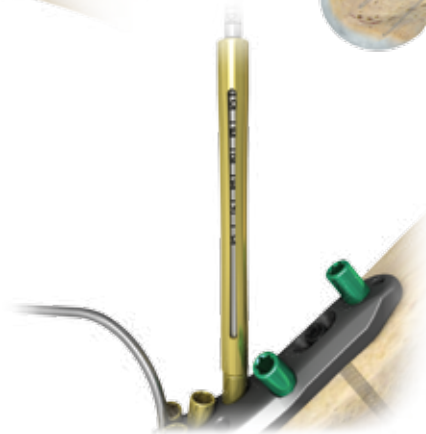

Figura 21
- Lea la medición desde el extremo proximal del Manguito de broca de 3,2 mm de color dorado (Figura 21).